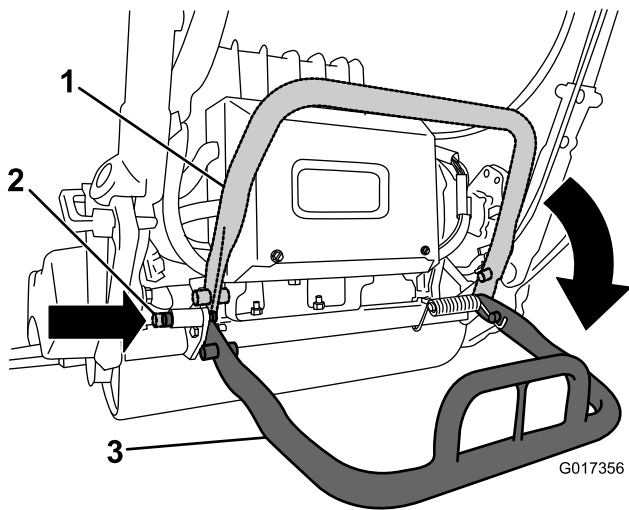

图26
- 要在拆卸滚刀时使用支撑架、应降低支撑架并推入锁定销、将支撑架锁定在维修位置（图26）。